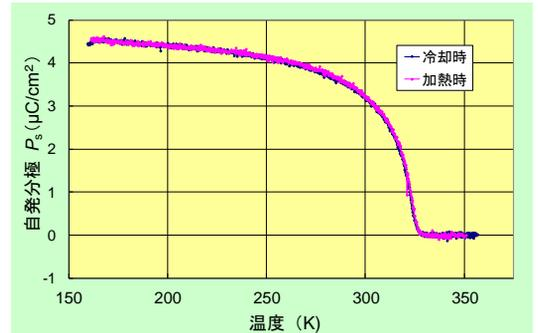

図3 硫酸三グリシンの自発分極温度依存性
- ▶ 代表的強誘電体、硫酸三グリシンに約325 K以下で現れる $D$ - $E$ 履歴曲線を測定し、決定した自発分極の温度依存性を図3に示した。